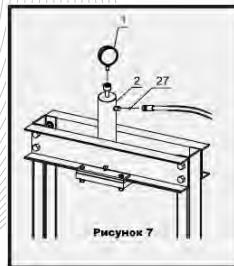

Рисунок 7
6. Прикрепите раму (2) с помощью большой гайки рамы (12). Вставьте опорные штифты (14) в отверстиях в стойках рамы. Наклоните стол пресса (13) так, чтобы направляющие стола пресса находились над стойками рамы, затем опустите его на место по стойкам рамы, чтобы стол пресса опирался на опорные штифты.
7. Прикрепите опорную плиту насоса (27) с помощью болтов (22), шайб (23) и гаек (24). Затем прикрепите насос (28) с помощью болтов (25) и шайб (26).
8. Подсоедините манометр (1) и шланг к раме. См. Рисунок 7. Примечание: при установке установите опорные штифты как минимум на несколько отверстий вниз от верхних отверстий в стойках рамы, чтобы у вас было место для установки стола для прессования (13). Вы можете повторно отрегулировать расположение стола для пресса после сборки.
8. Установите манометр (1) и шланг на плунжер, используя уплотнительное кольцо (34). См. Рисунок 7.
8. Установите манометр (1) и шланг на плунжер, используя уплотнительное кольцо (27). См. Рисунок 7.